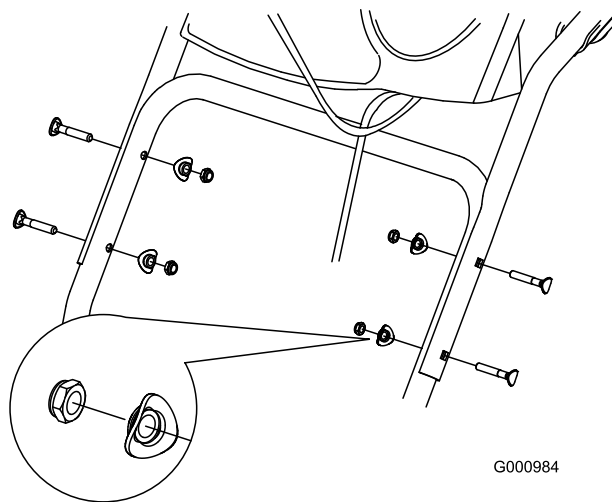

Bild 5
2. Befestigen Sie den oberen Holm mit vier Holmschrauben, vier gekrümmten Scheiben und vier Sicherungsmuttern aus der Tasche mit den losen Teilen (Bild 5).